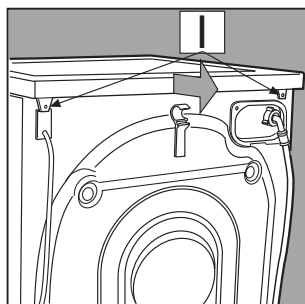

Fig. 3
2. Togli il top di copertura svitando le due viti **I**, e poi tiralo verso di te [fig. 3].